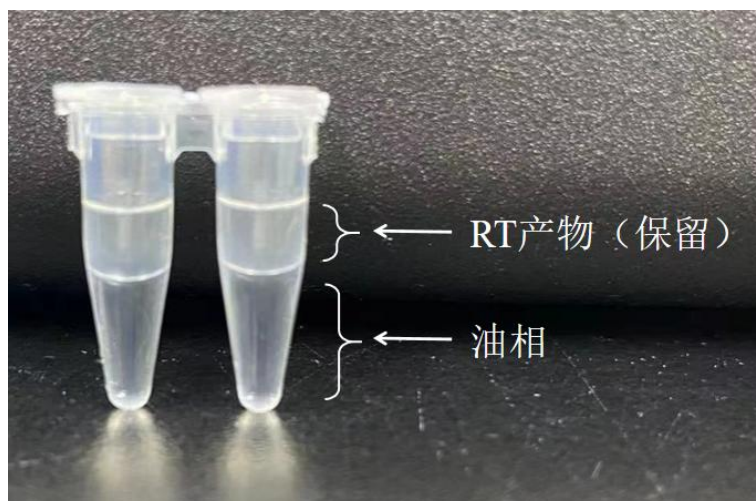

图 3: 破油后的 RT 产物。
- （3）2min 后油包水溶解，此时溶液分两层，用移液枪将下层液体（油相）尽可能全部吸弃，保留上层透明溶液（RT 产物）于 PCR 管中，如图 3 所示。